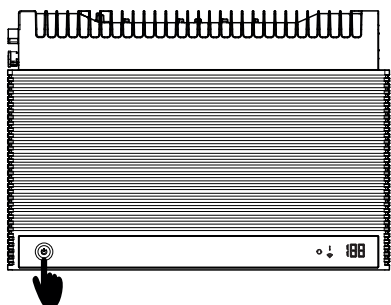

Fig. 18
2. Premere il pulsante di accensione del sistema fino all'accensione del display (↗Fig. 18).
| Pulsante di accensione [↱Fig. 18] | Premere per 2 secondi | Sistema spento | Accensione della batteria |